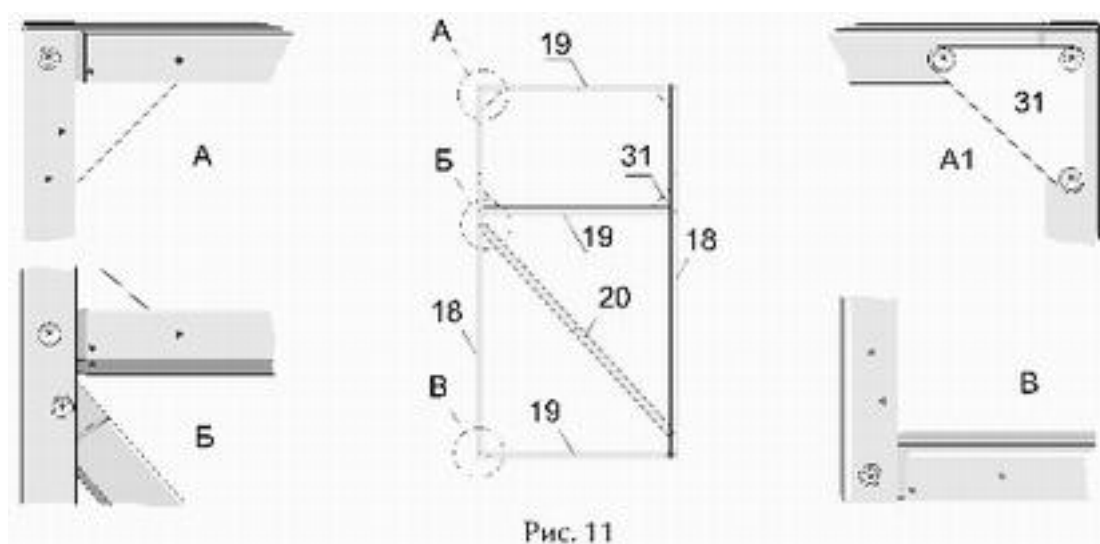

Рис. 11
3.1.9. Две стойки двери №18 соедините между собой тремя поперечинами двери №19. Для фиксации форточек в закрытом состоянии, в оконном проёме закрепите косынки №31 (рис.11-А1). *Внимание!* Для предотвращения загрязнения внутреннего пространства профиля при креплении нижней поперечины двери №19, средняя полка профиля должна располагаться вверху (рис.11-В).